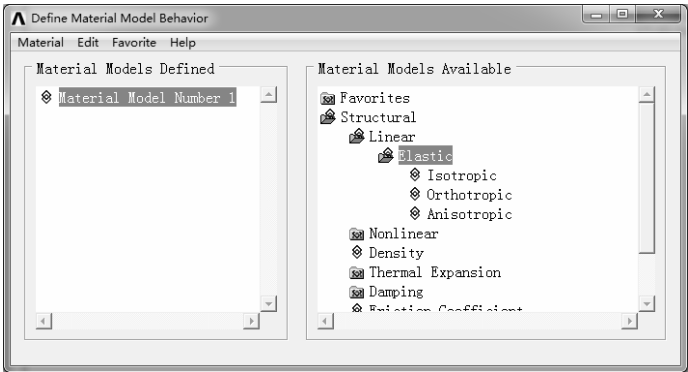
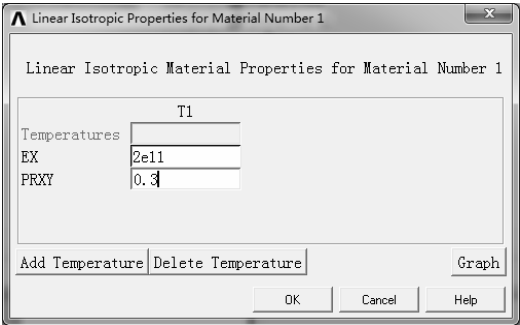

图 6-17 “Define Material Model Behavior” 对话框
图 6-18 “Linear Isotropic Properties for Material Number 1” 对话框
1) 选择 “Main Menu>Preprocessor>Materials Props>Material Models” 命令，弹出 “Define Material Model Behavior” 对话框，如图 6-17 所示。
2) 在图 6-17 右侧列表中选择 “Structural>Linear>Elastic>Isotropic”，弹出 “Linear Isotropic Properties for Material Number 1” 对话框，在 “EX” 文本框中输入 2e11，在 “PRXY” 文本框中输入 0.3，如图 6-18 所示，单击 “OK” 按钮返回。